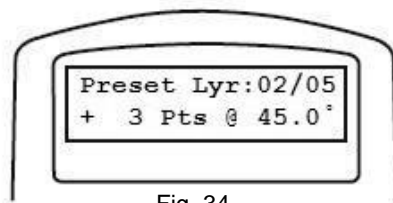

Fig. 34
2. O controle manual irá perguntar se você deseja editar as camadas pré-definidas. Pressione 1 para continuar com o editor. O controle manual irá exibir as camadas existentes predefinidas. A linha superior mostra o número de camada em que está, e quantas camadas no total estão sendo usadas. A segunda linha mostra o número de imagens a serem tomadas num rotação 360 graus completa da montagem, com o ângulo de altitude exibido. No exemplo da fig. 34, você está visualizando a camada 2 de 5 camadas no total e a montagem fará três imagens em um ângulo de altitude de 5 graus acima da posição inicial. Você pode usar as teclas direcionais para ver cada camada. Quando você quiser fazer alterações nas camadas, pressione **ENTER**.